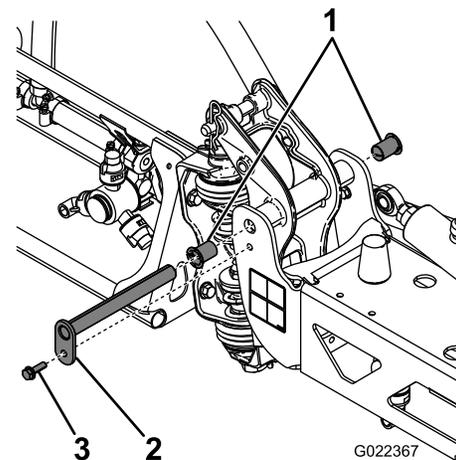

図 41
3. ブームを支えておきながら、ピボットピンをブーム・アセンブリに固定しているボルトとナットを取り外す（図 41）。
6. ナイロンブッシュを取り外し、ピボットブラケットの前面および後面側から見て点検する（図 41）。
8. センターフレームにブーム&ピボットブラケット・アセンブリを取り付け、開口部を整列させる（図 41）。